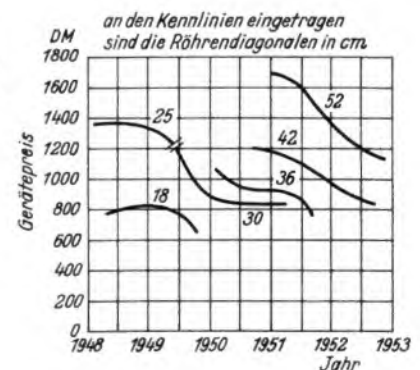

Bild 6. Preisentwicklung amerikanischer Fernsehempfänger. An den Kurven sind die Röhrendiagonalen in Zentimetern eingetragen
**Bild 6** macht klar, wie diese Entwicklung vor sich ging. Es enthält, abhängig von der Zeit, die Gerätepreise. Jede der Kennlinien gehört zu einer bestimmten Röhrengöße, die durch ihre Diagonale gekennzeichnet ist. Die Preise sind dort — mit 4.20 DM je Dollar — auf DM umgerechnet. Die Röhrendiagonalen wurden in Zentimetern eingetragen.
Wie **Bild 6** erkennen läßt, hatte man mit Geräten begonnen, deren Röhren ziemlich klein waren. Die Preise lagen anfänglich recht hoch. Sie fielen jeweils ziemlich schroff ab. Sank der Preis nennenswert unter 800 DM, so wurde auf einen größeren Durchmesser übergegangen. Offenbar sind 800 DM etwa der Mindestpreis, den Amerikaner in der Masse für einen Fernsehempfänger anzulegen gedenken.
**Bild 6** enthält eine Vielzahl von Kennlinien. Das kann etwas verwirren. Besser dürfte es für den Überblick sein, wenn man alle Preise auf eine einheitliche Röhrendiagonale umrechnet. Hierfür einen
Es ist klar, daß sich zu keinem Zeitpunkt für alle Röhrengößen dieselben Preise je Zentimeter ergeben. So wurden aus **Bild 6** jeweils die Höchst- und Mindestwerte ermittelt. Sie sind in **Bild 7** aufgetragen. Daraus folgte der dort schraffierte Streifen. Dieser ist erstaunlich schmal. Daß er anfangs eine größere Breite hat, erklärt sich aus der damals noch geringen Einheitlichkeit der Technik. Die Verbreiterung zu Beginn 1951 kommt von dem auf diese Zeit fallenden Auftreten der 52-cm-Röhre, deren Herstellung sich erst einlaufen mußte. F. Bergtold